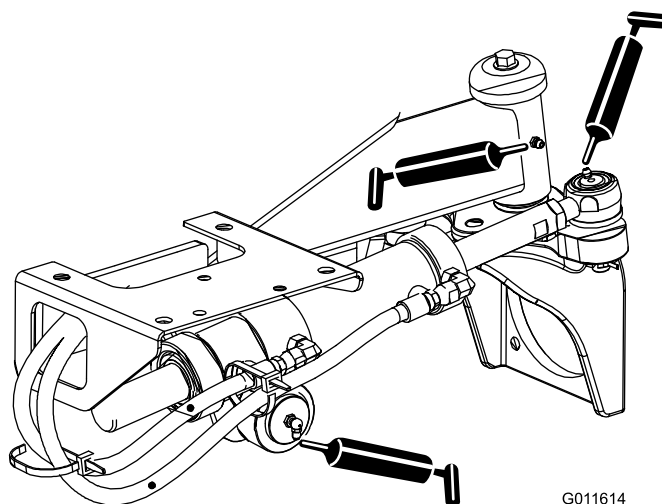

Bild 33
- Lenkzylinder-Kugelgelenke (2) und Hinterachse (1) (Bild 33)